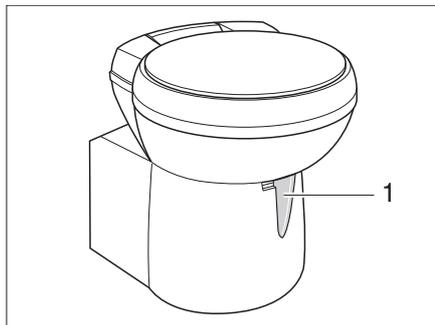

Bild 255 Thetford-Toilettenschüssel, schwenkbar
- Vor dem Spülen den Schieber der Thetford-Toilette öffnen. Dazu den Schieberhebel (Bild 255,1) entgegen dem Uhrzeigersinn schieben.